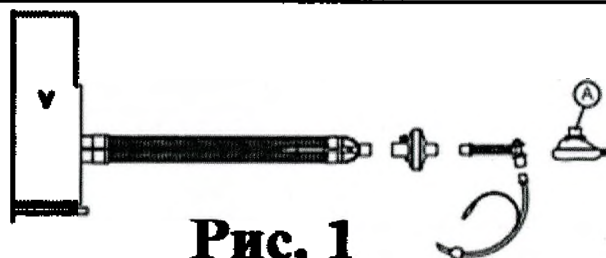

Рис. 1
9. Информация о порядке установки, монтажа, настройки, калибровки и иных действиях, необходимых для ввода медицинского изделия в эксплуатацию	УКАЗАНИЯ ПО ПРИМЕНЕНИЮ: 1. Извлеките контур из защитной упаковки. 2. Непосредственно перед практическим применением на больном необходимо визуально обследовать все компоненты контура и провести их тщательную проверку функционирования и подачу газа. 3. Проверьте целостность контура под давлением. 4. Подключите контур к вентилятору и соедините его с больным. Обращайте особое внимание на следующие моменты: a. при наличии линии мониторинга давления ее необходимо подключать к порту давления на тройниковом соединителе больного и к порту давления устройства вентиляции легких. Если такая линия не нужна, герметично закройте порт давления на тройниковом соединителе больного соответствующей заглушкой. b. Если необходим мониторинг температуры, извлеките заглушку из порта и установите в него температурный датчик. В тот период, когда температурный датчик не используется, закрывайте порт заглушкой. c. Контур ППДД (при постоянном потоке): в тройниковом адаптере больного (по схеме Т или Y) порт выдоха, расположенный напротив потока подачи газа, всегда должен быть открыт; закупорка или частичная непроходимость этого порта может обернуться для больного тяжелыми последствиями, вплоть до смертельного исхода. Идентификация вещества, содержащегося или имеющегося в продукте либо упаковке. Идентификация вещества, не содержащегося или не имеющегося в продукте либо упаковке. ru 30 d. Если контур снабжен влагоуловителем, то этот элемент необходимо расположить в самой нижней точке инспираторной или экспираторной ветви контура. Как можно чаще контролируйте уровень жидкости в влагоуловителе и, по мере необходимости, опорожняйте это устройство; после каждой подобной процедуры проверяйте, надежно ли восстановлена герметичность влагоуловителя. Удаляйте жидкие отходы в соответствии с принятыми в данном медицинском учреждении правилами. e. Контур может иметь односторонние клапаны; перед использованием таких клапанов в работе проверяйте их на рабочую функцию и направление потока. f. Если контур имеет в экспираторной линии клапан (PEEP), проверяйте функционирование этого клапана, поворачивая регулировочное кольцо. Ограничение давления достигается поворотом регулировочного кольца против часовой стрелки. Контролируйте заданное давление (в диапазоне от 5 до 20 см водного столба) при помощи манометра. g. Надувная маска (точка А на рис. 1) снабжена подушкой, регулирующей клапан давления. При необходимости присоедините к люэровскому адаптеру клапана шприц и отрегулируйте надувание подушки до нужного уровня. Отсоедините шприц и проверьте систему на герметичность.